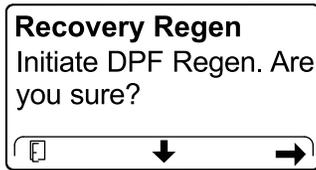

Figura 63
4. Nella schermata INITIATE DPF REGEN premete il pulsante destro per continuare (Figura 63).